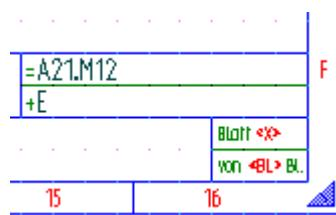

Abbildung 3.3.1: Anlagen- und Ortskennzeichnung im Zeichnungsrahmen
**WICHTIG** Wenn Sie mit einer Anlagen- bzw. Ortskennzeichnung arbeiten, ist auf die entsprechenden Felder im Schriftfeld des Zeichnungsrahmens eine Kennzeichnung anzutragen (siehe Abbildung 3.3.1).